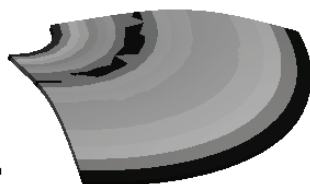

图 11-12 整体变形云图
4) 在 Outline 树结构图中的 Equivalent Stress 上单击右键, 在弹出的快捷菜单中选择 Evaluate All Results, 此时进行求解, 求解后得到的图形如图 11-12 所示。